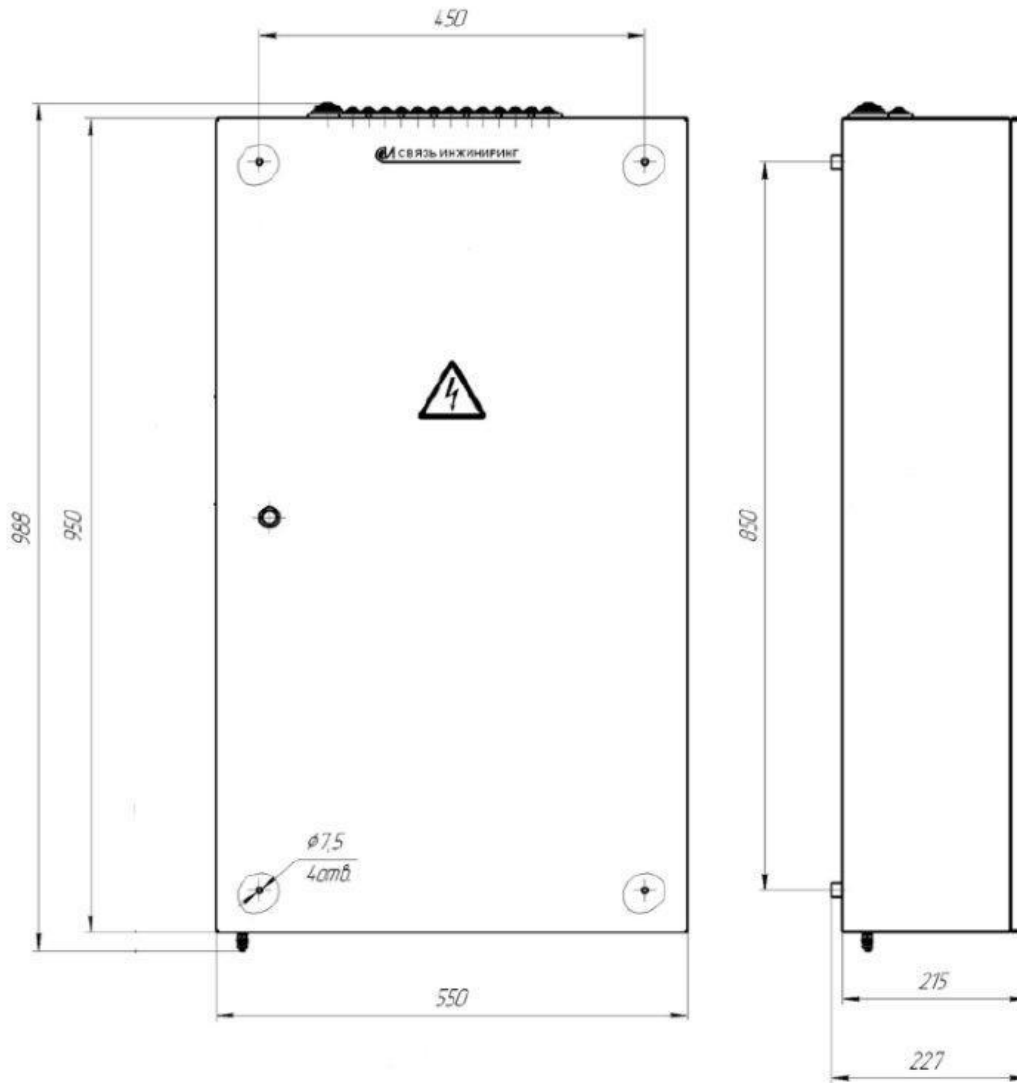

Рис. 1.
- 2.3 Общий вид и габаритные размеры щита приведены на рис.1.